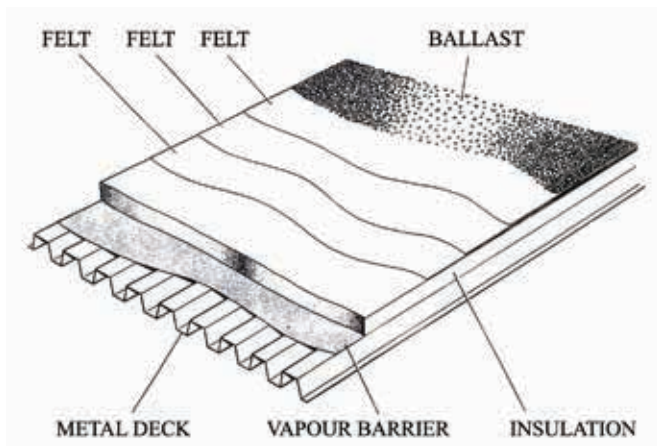

Bild 6. Typischer Dachaufbau auf Metalldeckung
1. Mehrlagige Bedachungssysteme: Umfassen 3 oder 4 Schichten Dachfilz mit Bitumen zwischen jeder Schicht. (Bild 6). Probleme sind u.a.: